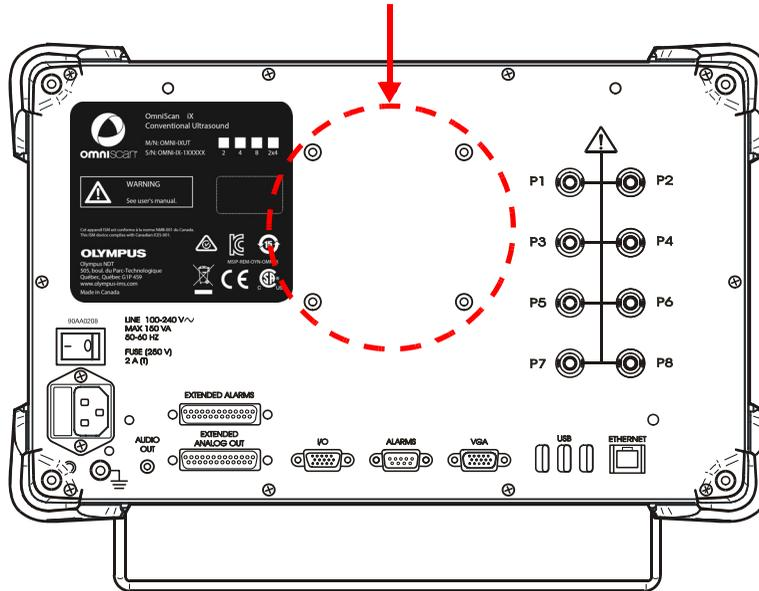

Рис. 3-2 Отверстия для установки поворотного кронштейна
2. Прикрутите кронштейн к задней панели OmniScan iX, используя четыре специально предназначенных для этого отверстия (см. Рис. 3-2 на стр. 35).